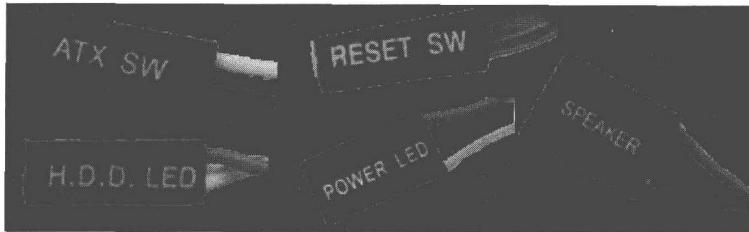
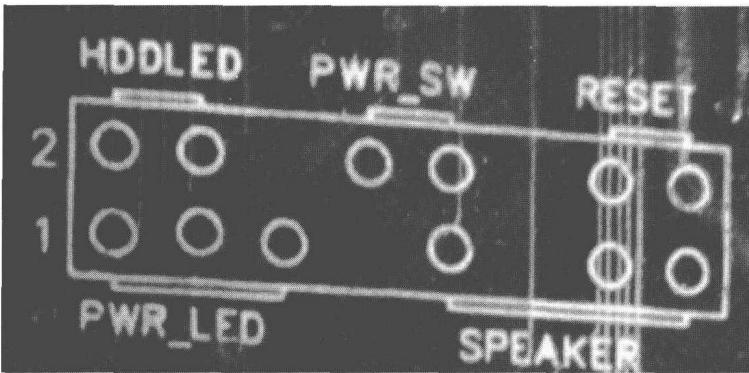
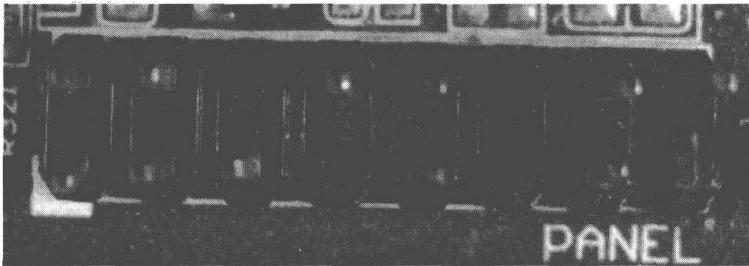

图 1-2 主板上前置机箱面板排插连接线
图 1-3 主板上前置面板跳线标识
图 1-4 主板上前置面板跳线排插
(1) 前置面板跳线：设置此跳线可以把机箱上的连接线（如图 1-2 所示）按照主板跳线的设置说明（对照相应的英文标识，如图 1-3 所示），对应地插到主板前置面板的排插上（如图 1-4 所示），ATX SW 对应 PWR_SW，RESET SW 对应 RESET，H.D.D.LED 对应 HDDLED，POWER LED 对应 PWR_LED，SPEAKER 对应 SPKEAKER。设置不当会造成前置面板不能用，如不开机、不重启等故障的发生。